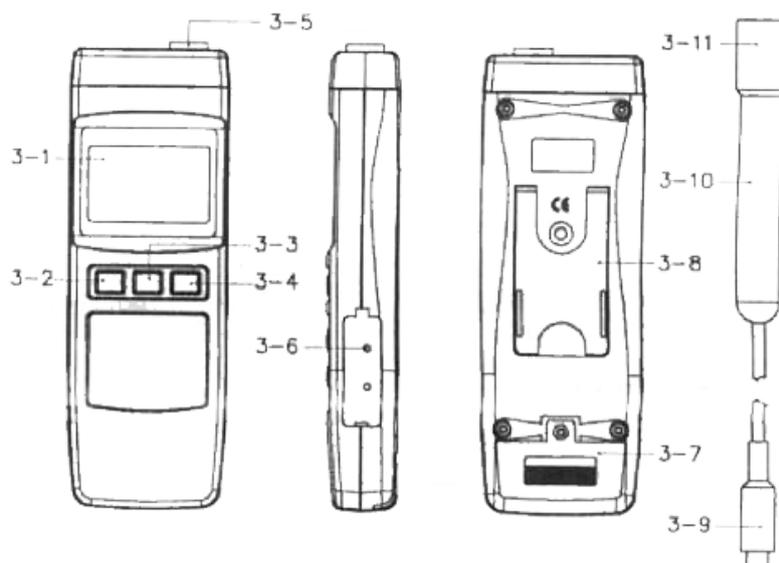

Fig 1
- 1) Conecte el enchufe de la sonda (3-9, Fig.1) dentro de la entrada de la sonda (3-5, Fig.1).
- 2) Encienda el instrumento presionando el botón de encendido (3-2, Fig.1).
- 3) A. Sostenga el mango de la sonda (3-10, Fig.1) con la mano y sumerja la cabeza de la sonda (3-11, Fig.1) totalmente dentro de la solución a medir.
- 5) Presione el botón de retención de datos (3-4, Fig.1) para retener el valor de medición y la pantalla indicara el símbolo "HOLD" durante la medición.
2. A. Sostenga el mango de la sonda (3-10, Fig.1) con la mano y sumerja la cabeza de la sonda (3-11, Fig.1)
c. Ajuste el ajuste de calibración VR (3-6, Fig. 1) hasta que la pantalla muestre el valor igual a 8.00 exactamente.
2) Quite la cubierta de las baterías (3-7, Fig. 1) y saque las baterías.